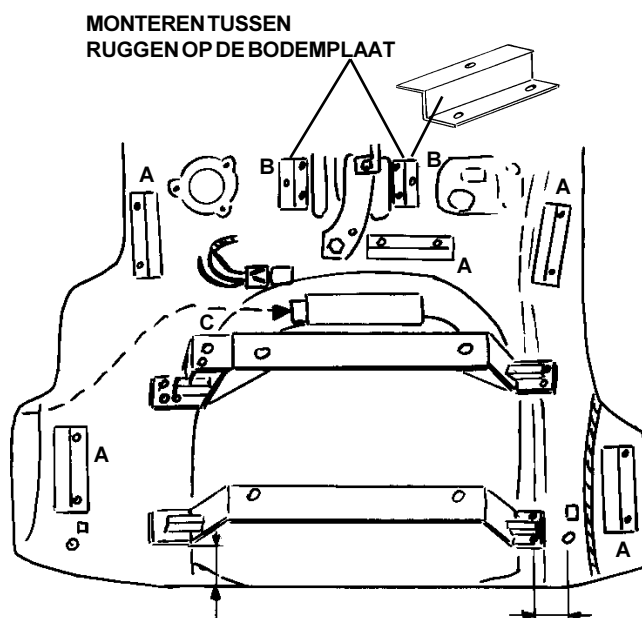

fig. 4.8.
Monteer op de aangegeven plaatsen de 5 lange (A) en de 2 korte (B) steunen op de aangegeven plaatsen met plaatschroeven op de bodemplaat. Zie fig. 4.8.
Zie fig. 4.8.